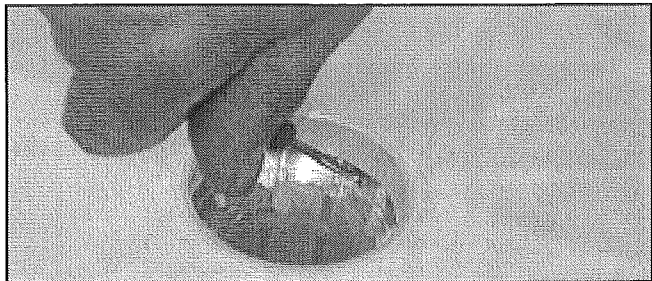

FIGURE 11
16. Nettoyer les surfaces en contact avec le roulement et le joint à l'aide d'un chiffon. Vérifier le trou de purge (s'assurer qu'il n'est pas bouché). Voir Figure 11.